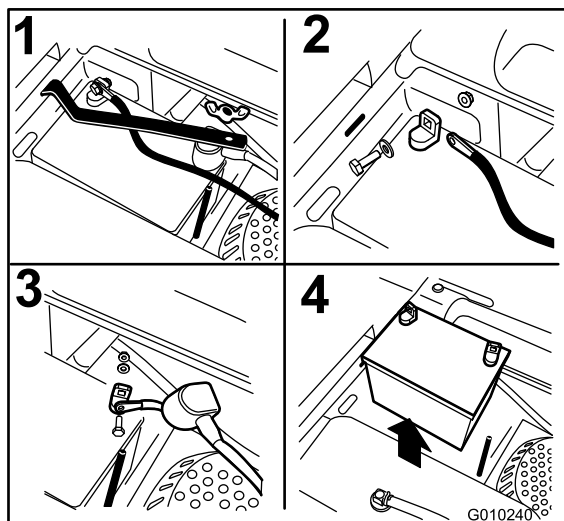

Figura 48
3. Togliete il dado ad alette che fissa la fascetta della batteria (Figura 48).
4. Scollegate prima il cavo negativo della batteria (nero) dal morsetto negativo (-)(nero) della batteria (Figura 48).
5. Sfilate la guaina rossa dal morsetto positivo (rosso) della batteria e togliete il cavo positivo (+)(rosso) della batteria (Figura 48).
6. Togliete la fascetta (Figura 48).
1. Posizionate la batteria nel vassoio, con i poli in posizione opposta al serbatoio idraulico (Figura 48).
5. Fissate i cavi con 2 bulloni, 2 rondelle e 2 dadi di bloccaggio (Figura 48).
6. Montate la fascetta e fissatela con il dado ad alette (Figura 48).